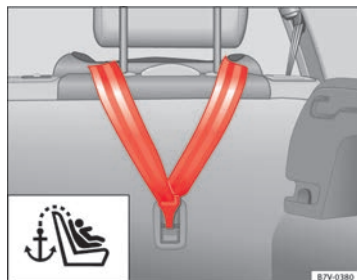

Fig. 28 Cintura di fissaggio superiore agganciata nel bagagliaio.
- Agganciare la cintura superiore di fissaggio sul retro dello schienale del sedile posteriore nell'anello di fissaggio corrispondente (per TOP TETHER) dello schienale ⇒ **fig. 28**.